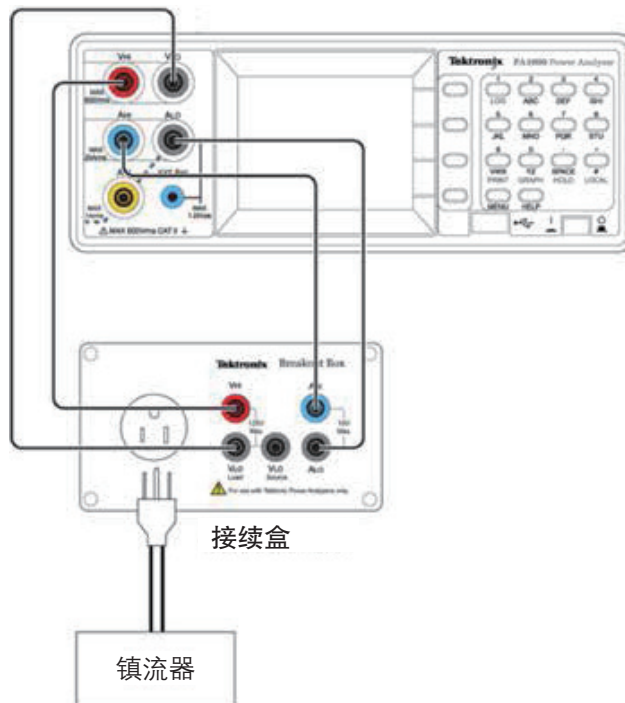

图 2. 镇流器输入测量的硬件设置。
- 连接 PA1000 和接续盒, 如图 2 所示。
- 把 DUT 插入接续盒, 如图 2 所示。